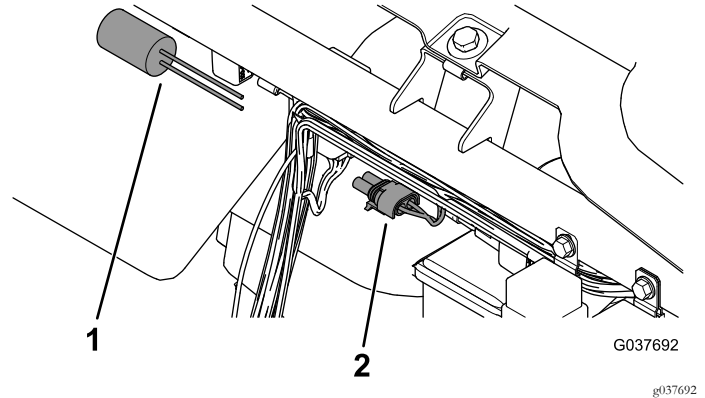

Figura 9
4. Enchufe el temporizador de retardo existente en el conector del arnés de cables nuevo marcado "one second delay module" (módulo de retardo de un segundo) (Figura 9).